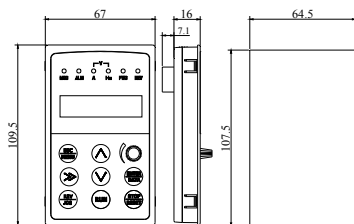

图 2-6 键盘外形及开孔尺寸
- (1) SEP-LCD2 远程键盘外引时, 不支持键盘安装盒进行安装, 仅支持键盘进行安装, 开孔尺寸见图 2-6。
- (2) 除 SEP-LCD2 远程键盘外, 其余键盘在外引时, 客户可根据实际需求按键盘开孔尺寸或键盘安装盒开孔尺寸进行开孔; 建议安装键盘的板厚在 1.0~1.5mm 之间。
- (3) 如果采用键盘安装盒安装, 键盘安装盒需另行订购。